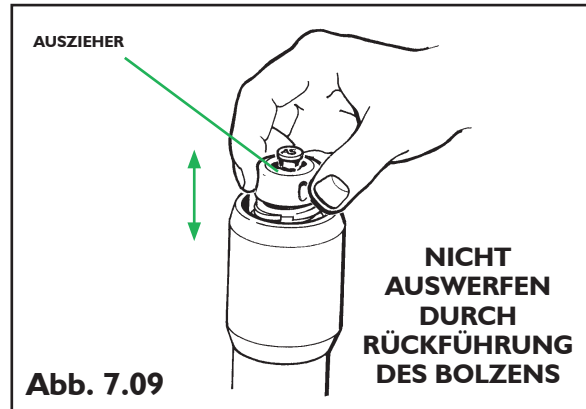

Abb. 7.09
- 5.2 Den Auszieher nach oben ziehen und dann wieder nach unten drücken (siehe Abb. 7.09)